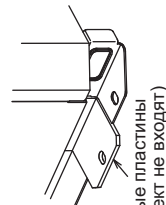

Рис. 3 (без съемной опоры)
- ④ Если болты крепления закручиваются после установки блока на основание, то используйте крепежные пластины (в комплект не входят). См. рис. 3 и 4
- ⑤ Изолируйте отверстия через которые проникают фреоновые трубы и кабели для исключения протекания в блок мелких животных и воды, которые могут повредить компоненты блока
- ⑥ При подключении фреоновых труб и кабелей снизу убедитесь, что они не мешают установочным элементам блока
- ⑦ Следуйте дополнительным рекомендациям, приведенным в «Инструкции по установке»